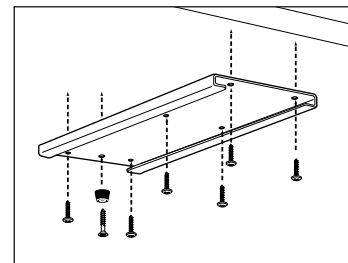

Figure 1
4. With a Phillips screwdriver, attach the Base Frame (B) to the underside of the work surface using (6) Base Frame Screws (M) (Figure 1).
5. Mount Rubber Stop (L) at the back of Base Frame and secure with Rubber Stop Screw (J) (Figure 1).
1. Avec du ruban adhésif, collez le gabarit de montage (A) au-dessus de la table de travail. **(Remarque :** Assurez-vous de bien aligner le pointillé avec le bord avant de la table de travail.)
2. Posez (7) vis de 1,6 mm de diamètre aux endroits indiqués sur le gabarit de montage. **(Remarque :** Prenez garde de ne pas traverser la surface de la table de travail.)
4. À l'aide d'un tournevis Phillips, fixez le châssis (E) à la partie inférieure de la surface de travail à l'aide des vis de châssis (M) (Figure 1).
5. Montez la base en caoutchouc (L) à l'arrière du châssis et fixez la vis d'arrêt en caoutchouc (1) (Figure 1).